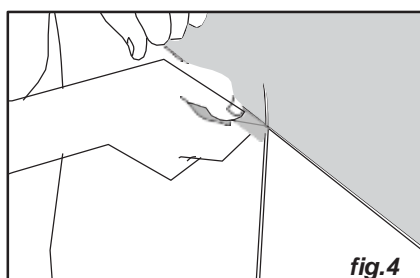

fig. 4
- Cortar o excesso de massa acima da junta com uma faca (fig. 4).